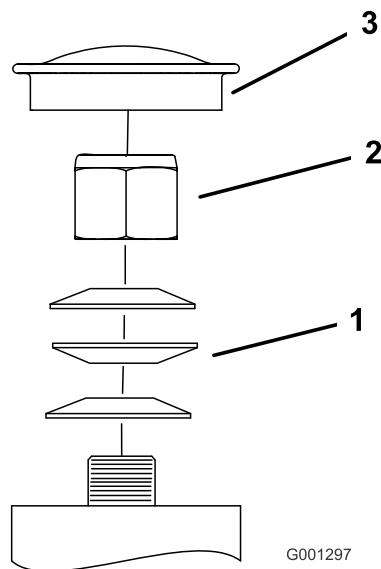

Figura 65
3. Retire el tapón guardapolvo de la rueda giratoria y apriete la contratuerca (**Figura 65**).
4. Apriete la contratuerca hasta que las arandelas de muelle estén planas, luego afloje $\frac{1}{4}$ de vuelta para establecer la pre-carga correcta de los cojinetes (**Figura 65**).
Importante: Asegúrese de que las arandelas de muelle están correctamente instaladas, según se muestra en **Figura 65**.
5. Coloque el tapón anti-polvo (**Figura 65**).